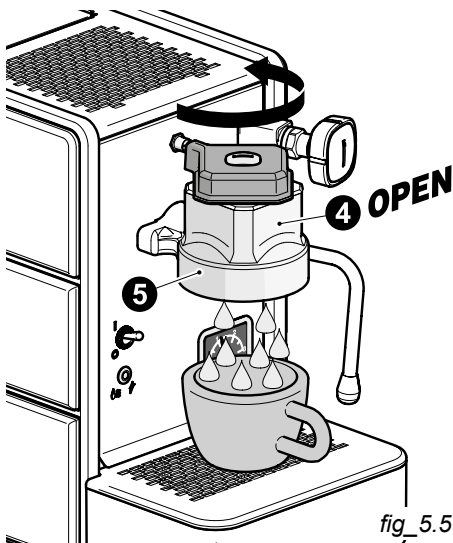

fig. 5.5
- Lourner complètement dans le sens anti-horaire la palette d'infusion (4 - fig. 5.5). Vider une tasse d'eau chaude de la tête du groupe infuseur (5).